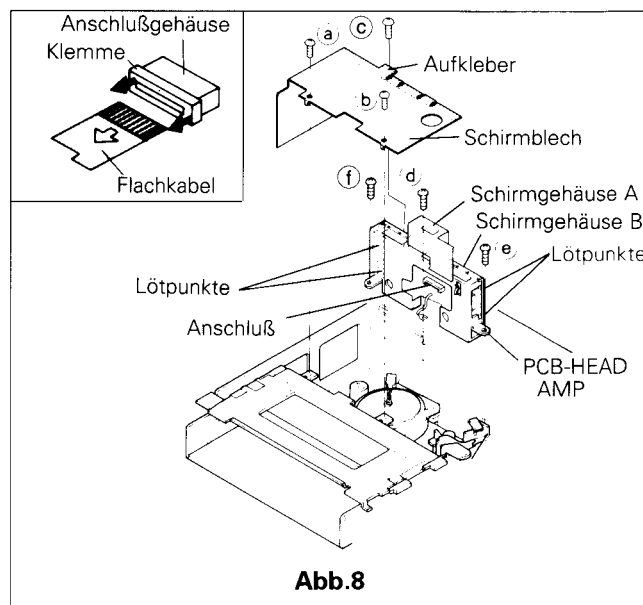

Abb.8
- Entfernen Sie die drei Schrauben (a ~ c) und die Abschirmplatte. Siehe abb.8.
- Für die Reparatur an der Bestückungsseite entlöten Sie die fünf Massepunkte an Abschirmung und entfernen diese. Siehe Abb.8.